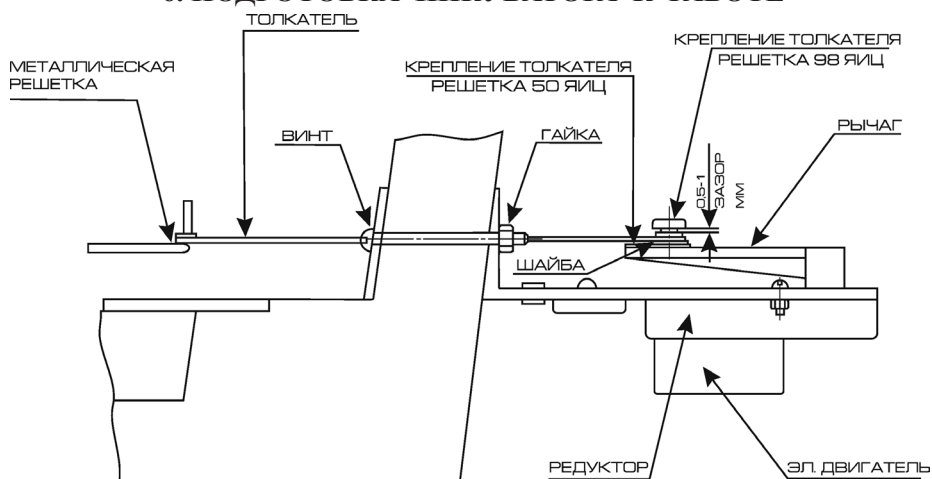

Рис. 2
6.1. Закрепите поворотное устройство на стенке корпуса инкубатора с помощью двух винтов и гаек, руководствуясь Рис. 2. Подсоедините толкатель к рычагу с помощью винта с шайбой, **не затягивая его туго**. Толкатель должен свободно вращаться вокруг винта. На рычаге ближнее к валу редуктора отверстие используется при закладке куриных яиц, дальнее - при закладке гусиных и утиных яиц.